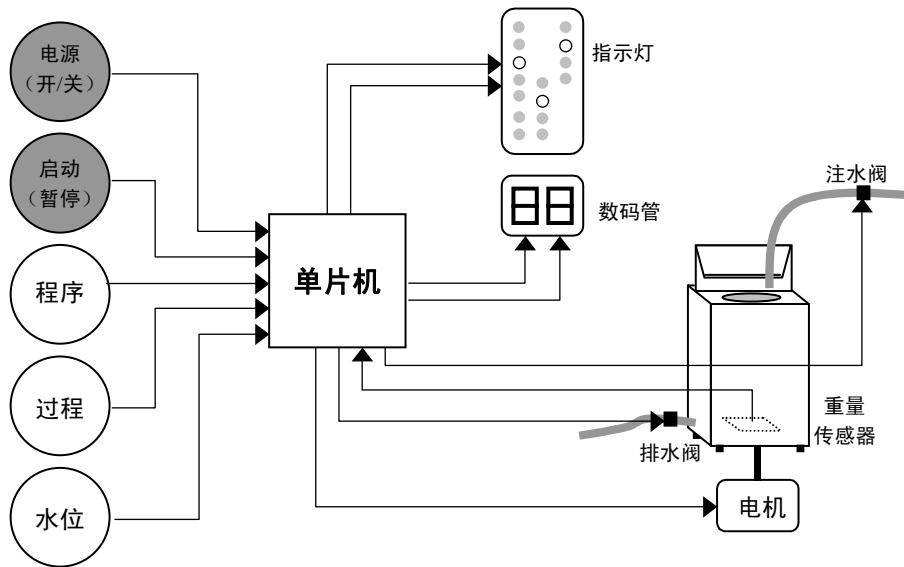

图 1-2 洗衣机简化系统示意图
为了对洗衣机的功能模块有所了解，先大致看一下如图 1-2 所示的全自动洗衣机系统示意图。中间的单片机方框代表全自动洗衣机的“大脑”——单片机；左边 5 个圆形框代表面板中的 5 个按键，它们分别通过 5 根指向单片机的线与之相连；在右边洗衣机简化图中，有注水阀、排水阀、重量传感器和电机组成，注水阀和排水阀像一个“水流开关”，控制是否让水流入或流出洗衣机。重量传感器测量衣物的重量，而电机带动波轮旋转。这几个功能模块都有相应的电子器件来控制或驱动。在单片机的右边还有一些指示灯和数码管，用来实时显示洗衣机的状态。
(1) 插上电源插头，按下“电源(开/关)”按键，开启洗衣机电源，指示灯和数码管被点亮。洗衣机中的各个功能模块包括单片机得到工作电源而开始工作。单片机就像人的大脑，能向各个部件发出各种指令，而各个部件会严格执行单片机的指令。例如开启电源后，单片机向数码管和指示灯下达点亮的指令，则数码管和指示灯就按指令点亮。图 1-2 中连接单片机与外部器件带箭头的线代表了它们之间的连接，箭头从单片机发出代表的是单片机的输出控制，即单片机控制外部器件，例如指示灯和数码管；而箭头指向单片机代表的是单片机“感受”外部器件，例如单片机接收重量传感器传回的衣物重量信号。